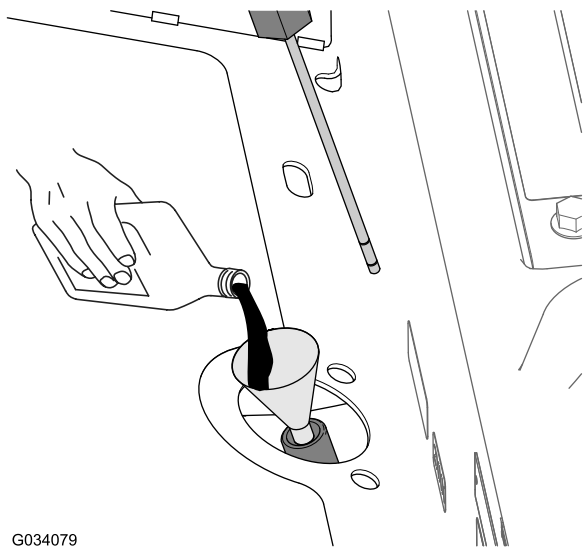

Рисунок 80
5. Если уровень рабочей жидкости ниже нижней отметки на масломерном щупе, долейте гидравлическую жидкость указанного типа в заливную горловину (**Рисунок 80**), чтобы уровень находился между нижней и верхней отметками по щупу (**Рисунок 79**).
- Добавьте гидравлическую жидкость указанного типа через заливную горловину (Рисунок 80) так, чтобы ее уровень находился в картере (резервуаре) коробки передач посередине между верхней и нижней отметками на масломерном щупе (Рисунок 79).